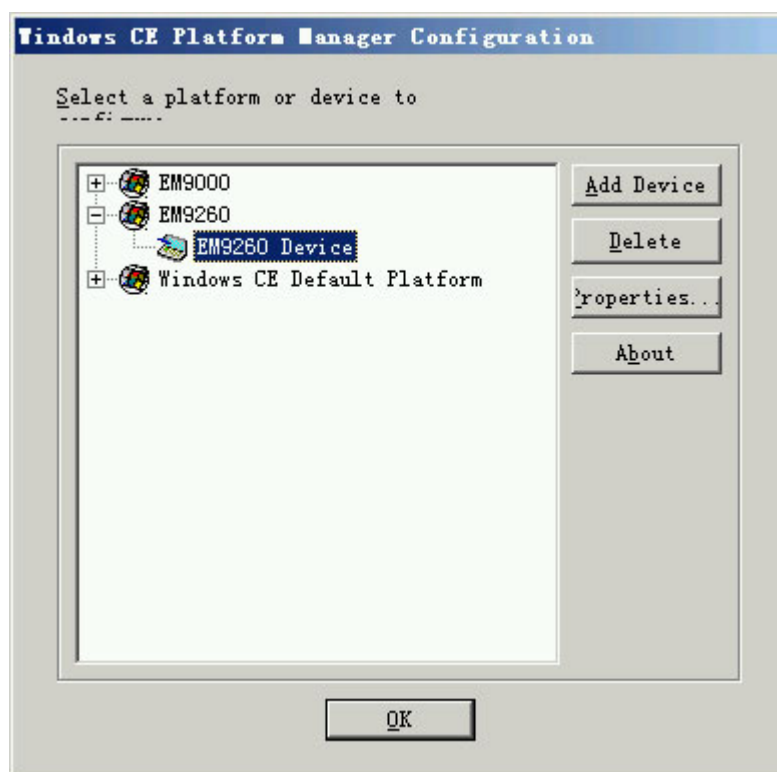

图 3-17 修改英创 ARM9 嵌入式模块的配置
4、在打开的对话框中选择目标设备（如：**EM9260 Device**），然后选择右边的 **Properties...**，如图 3-17。